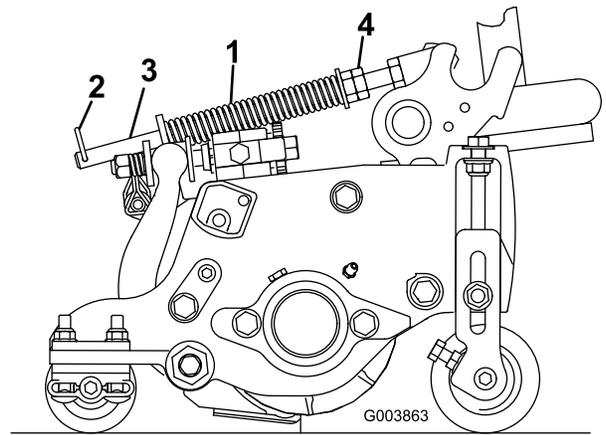

Figura 15
2. Apriete las tuercas hexagonales de la sección delantera de la varilla del muelle hasta que la longitud del muelle comprimido sea de 12.7 cm (5 pulg.) en el Reelmaster 5410 (unidades de corte de 5 pulgadas), y de 15.9 cm (6.25 pulg.) en el Reelmaster 5510 (unidades de corte de 7 pulgadas) (Figura 15).
El muelle de compensación del césped (Figura 15) transfiere peso del rodillo delantero al trasero. (Esto ayuda a reducir el patrón de ondulación en el césped.)
1. Asegúrese de que el pasador de horquilla está instalado en el taladro del extremo de la varilla (Figura 15).